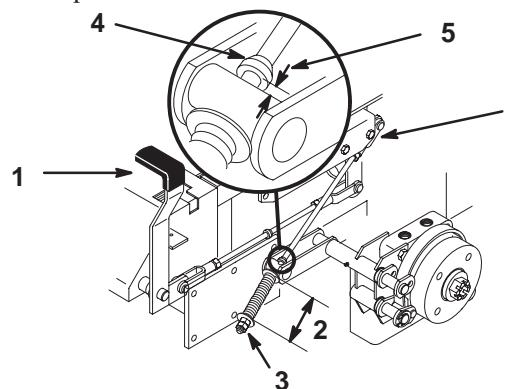

Figure 54
2. Mesurez la longueur du ressort. Les rondelles doivent être distantes de 70 mm (2-3/4 pouces) (Fig. 54).
3. Si un réglage est requis, desserrez l'écrou de blocage situé sous le ressort et serrez l'écrou directement au-dessous de la chape (Fig. 54). Vissez l'écrou jusqu'à ce que le ressort ait la longueur voulue. Serrez les deux écrous ensemble et répétez la procédure de l'autre côté de la machine.
6. Mesurez la distance entre le galet de tourillon et le collier sur la tige de frein. Elle doit être comprise entre 5 et 7 mm (3/16 et 1/4 pouce) (Fig. 54).
7. Si un réglage est requis, desserrez l'écrou de blocage situé juste au-dessous de la chape. Tournez la tige inférieure jusqu'à obtention de l'écart voulu (Fig. 54). Serrez l'écrou de blocage à la chape.